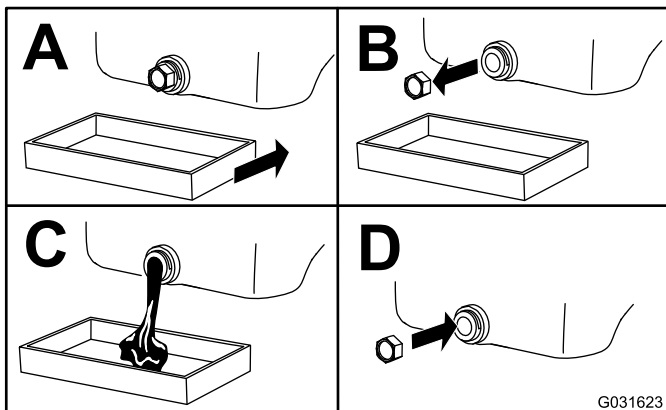

Figure 47
3. Vidangez l'huile moteur, comme montré à la Figure 47.